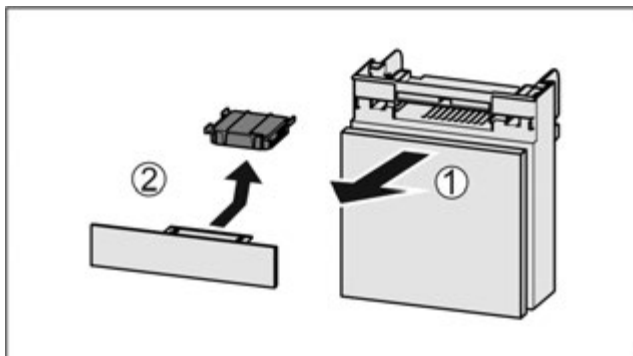

Fig. 42
- ▶ Потягніть Fig. 42 (1) відділення вперед.
- ▶ Витягнути Fig. 42 (2) фільтр з активованого вугілля.